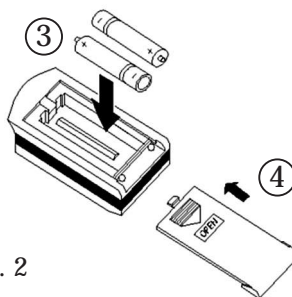

Fig. 2
3. Inserte las dos baterías secas AAA (R03) 1,5 V nuevas, y preste atención a la polaridad (Fig. 2).
4. Acople la tapa trasera del mando a distancia (Fig. 2).